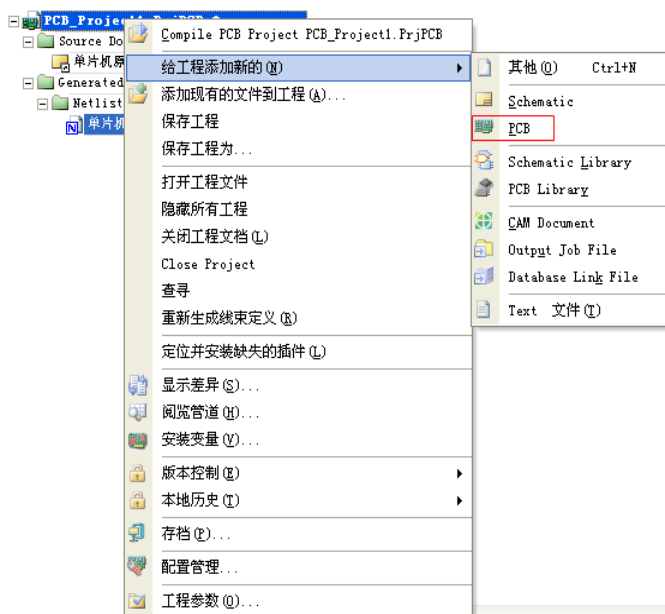

图 8-29 新建 PCB 电路板文件
Step7 在“Projects (工程)”面板的项目文件上右击,在弹出的右键快捷菜单中单击“给工程添加新的”面板→“PCB (新建 PCB 文件)”命令,如图 8-29 所示,新建一个 PCB 电路板文件,并自动切换到 PCB 编辑环境。保存 PCB 文件为“单片机系统.PcbDoc”。